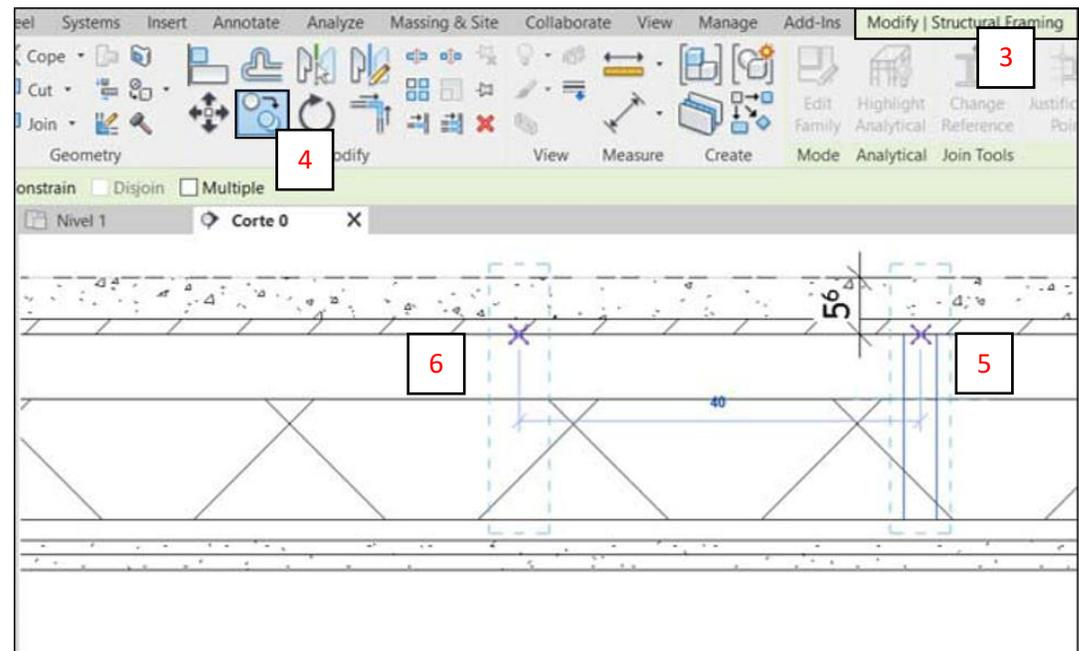

Fig. 27
- Seleccionar la herramienta **Modify** (3) > **Modify > Copy** (4). (Fig. 27)
- Seleccionar un punto de la viga con el cursor (en este caso, el punto medio de la arista superior de la viga) (5). (Fig. 27)
- Desplazar la copia de viga hacia la izquierda e insertar el distanciamiento requerido (ver detalle solución) (6). (Fig. 27)